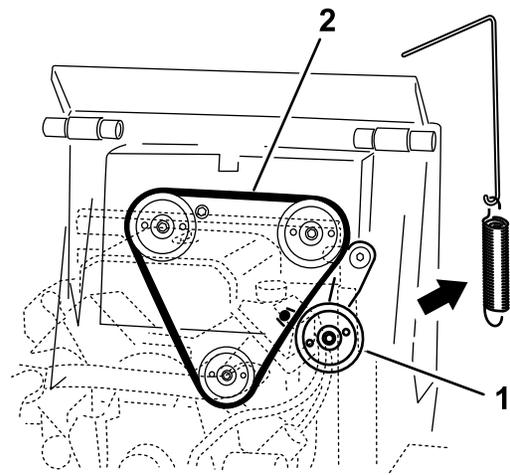

Bild 53
5. Nehmen Sie die Spanscheibenfeder von der Spanscheibe ab (Bild 53).
7. Verlegen Sie einen neuen Treibriemen um die drei Riemenscheiben (Bild 53).